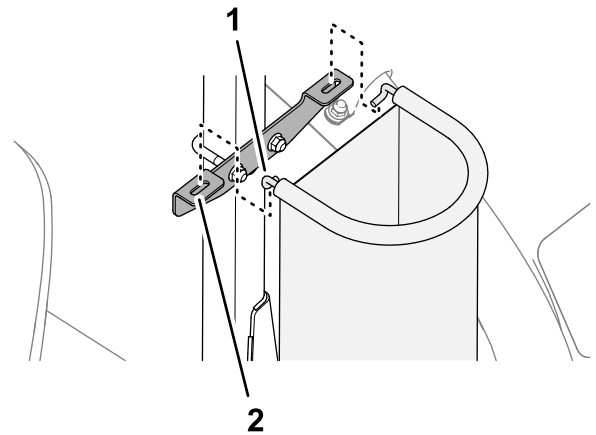

Figure 28
5. Insérez les crochets de l'arceau du sac dans les fentes du support de montage (Figure 28).